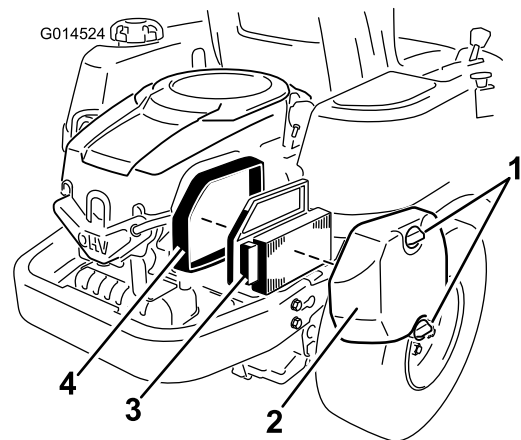

Figura 27
1. Remova a cobertura do filtro de ar (Figura 27).
2. Remova o elemento filtro de ar com o vedante de borracha completo (Figura 27).
5. Instale o elemento do filtro de ar com o lado dobrado “para fora” e assente o vedante de borracha nas extremidades da base do filtro de ar (Figura 27).
6. Volte a colocar a cobertura do filtro de ar e fixe-a com os dois manípulos (Figura 27).